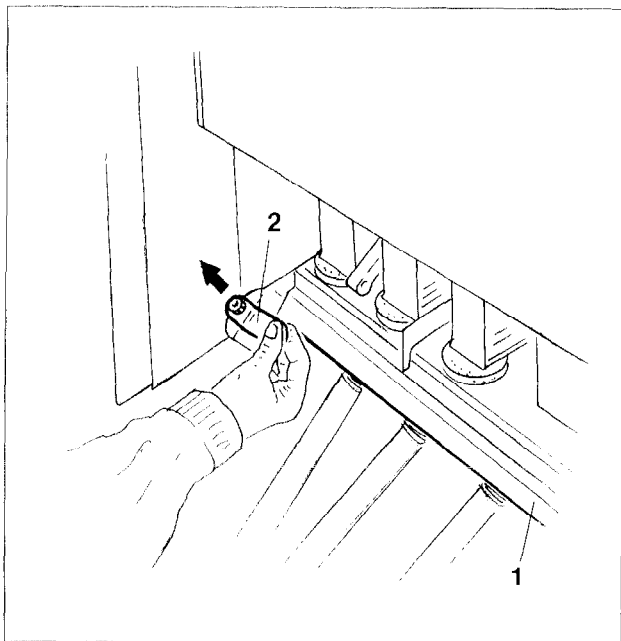
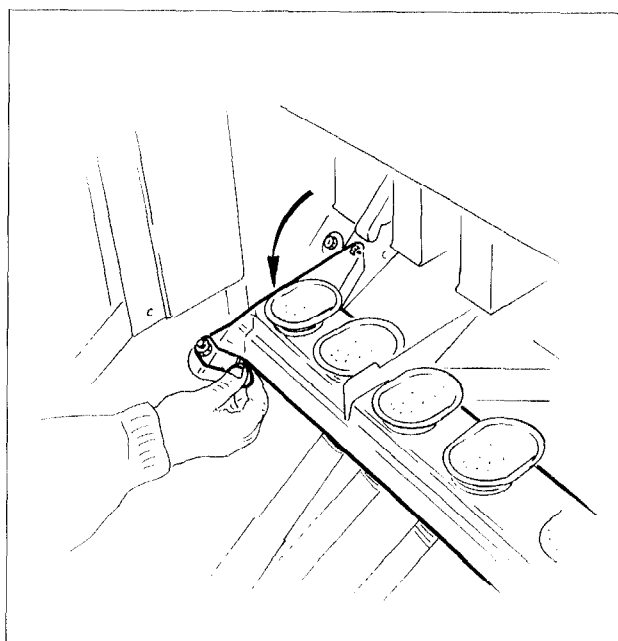

Fig. 8.1
Fig. 8.2
- Trichterschienen (Fig. 8.1/1) absenken:
Die beiden Hebel (Fig. 8.1/2), mit der jede Trichterschiene ausgerüstet ist, kurz anheben und Trichterschiene (Fig. 8.2) absenken.